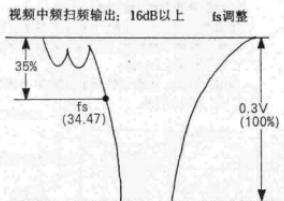
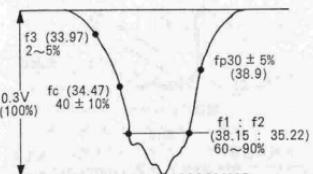

图23
图24
⑫将视频中频扫频信号发生器输出增加到 16 dB，然后调节T702，使 $f_{s34.47}$ MHz与 0.3 V(100%)幅度比较为 35% ，如图23所示；
⑬将系统开关置于“PAL, B.G.”并将视频中频扫频信号输出减小到 16 dB；
⑭调节调整电位器(C)，使输出为 0.3 Vp-p；
⑮调节调谐器转换线圈，使波形如图24所示。